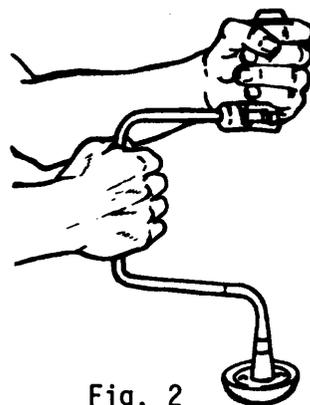

Fig. 2
- 4º paso *Sujete firmemente el mandril con la otra mano, en posición vertical, con el mandril mirando hacia arriba (fig. 2).*